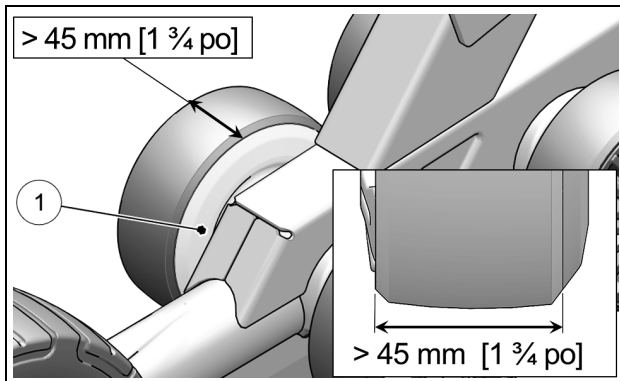

Figure 36
Vérifier l'usure des roulettes sur la bande de contact intérieure (1). Si la bande est perforée et/ou la largeur de la roulette est inférieure à 45 mm, remplacer la roulette. Elle n'offre plus un support adéquat à la chenille et les guides peuvent s'user prématurément. Voir la Figure 36.